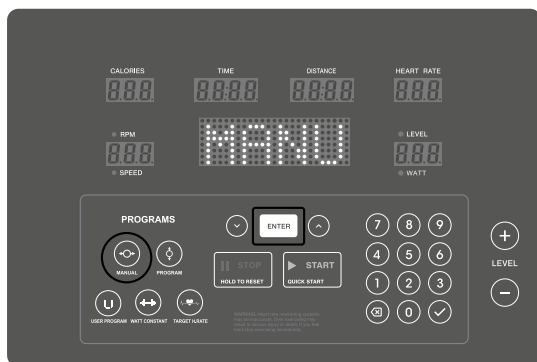

Abb. 3
1. Wählen Sie MANUAL (Abbildung 3).